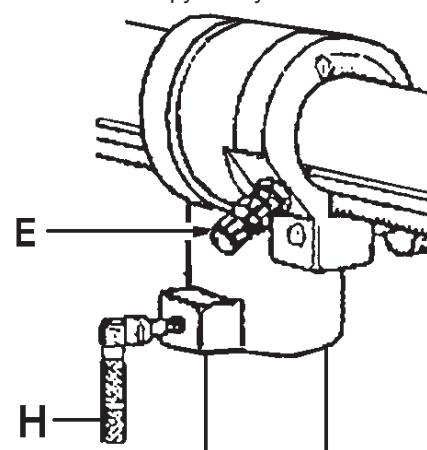

Рис.5
- Сверлильная головка может быть повернута на 45° вправо (R) и на 90° влево (L).
- Для поворота на 90° вытащите фиксирующий штифт (Е, Рис. 5) и выверните его.
(Н, Рис. 5).